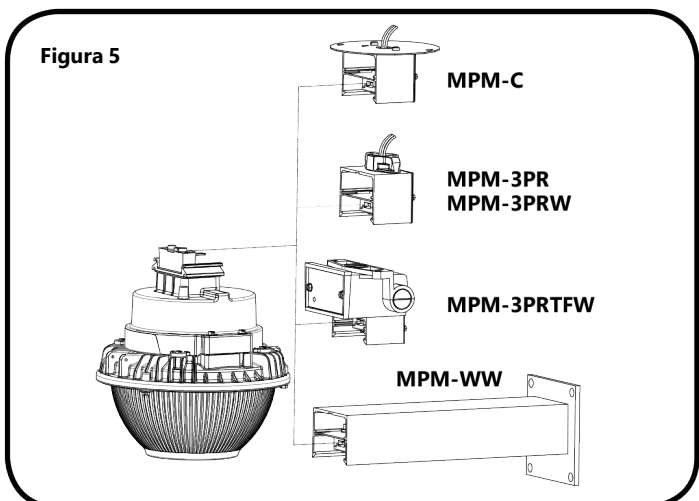

Figura 5
4. Deslice la extrusión conectada a la luminaria completamente hacia la extrusión de gancho y asiente completamente el conector PED (vea figura 5).